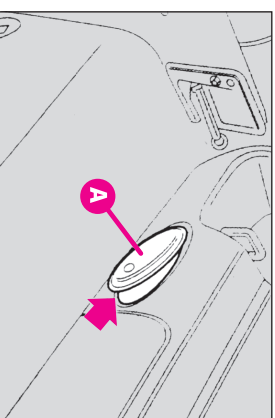

fig.59
- scoateți unitatea de iluminare (A-fig. 59);